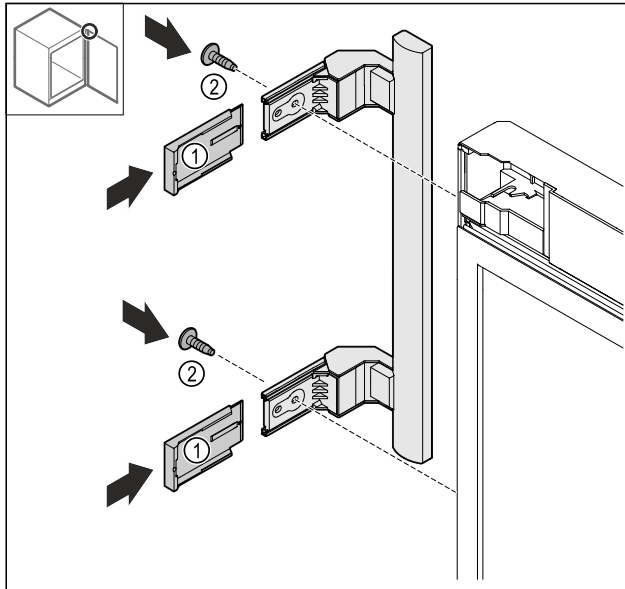

Fig. 25
- ▶ Abrir las cubiertas Fig. 25 (1) empujando.